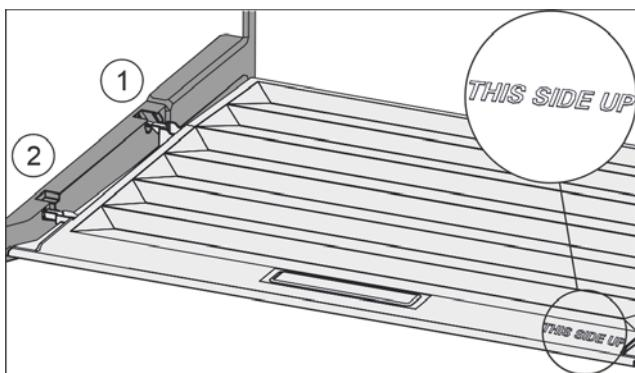

Fig. 86
- Вставить поперечные ребра крышки через отверстие заднего держателя Fig. 86 (1) и защелкнуть спереди в держателе Fig. 86 (2).